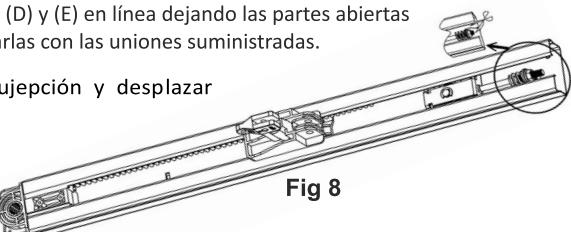

Fig 8
2. Como Fig.8, Cortar la brida de sujeción y desplazar el tensor hacia el lado opuesto.